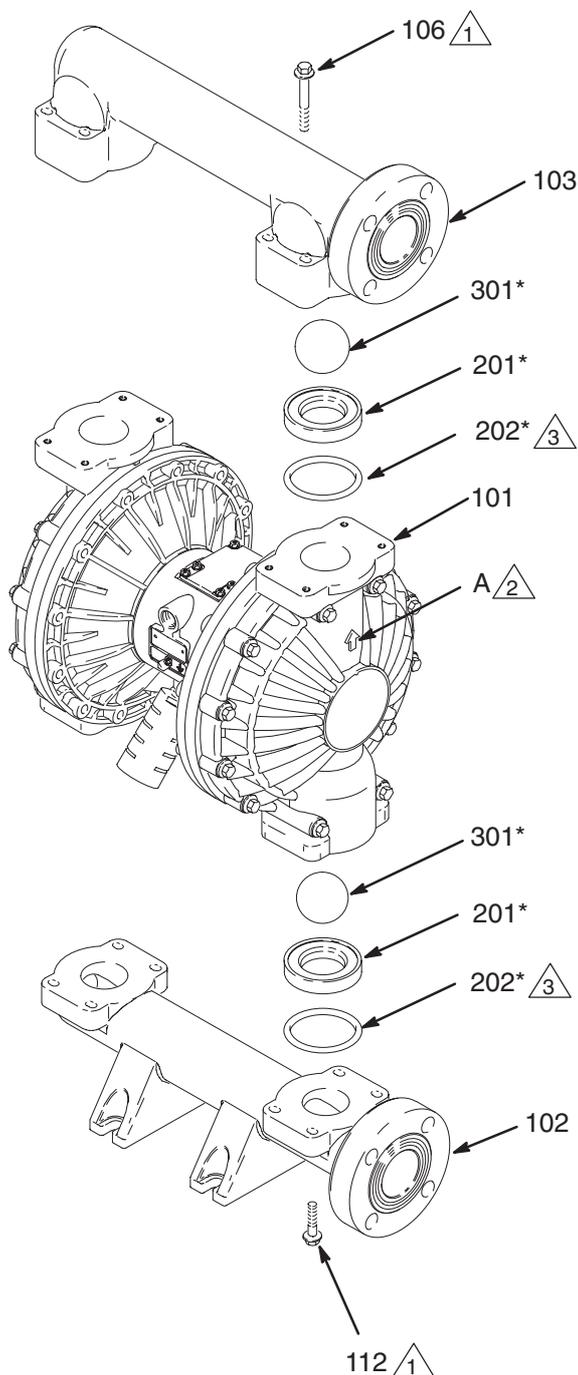

Fig. 11
3. À l'aide d'une clé à pipe de 10 mm, retirer les quatre boulons (106) maintenant le collecteur de sortie (103) aux carters produit (101). Voir Fig. 11.
4. Retirer les sièges (201), les billes (301), et les joints toriques (202) du collecteur.
**REMARQUE:** Certains modèles n'utilisent pas de joints toriques (202).
5. Retourner la pompe et retirer les boulons (112) et le collecteur d'entrée (102). Retirer les sièges (201), les billes (301) et les joints toriques (202) des carters produit (101).
2. Remonter en procédant dans l'ordre inverse, en suivant les remarques de la Fig. 11. S'assurer que les billes sont remontées **exactement** comme indiqué. Les flèches (A) sur les carters produit (101) **doivent** être tournées vers le collecteur de sortie (103).
- 2 La flèche (A) doit être tournée vers le collecteur de sortie (103).